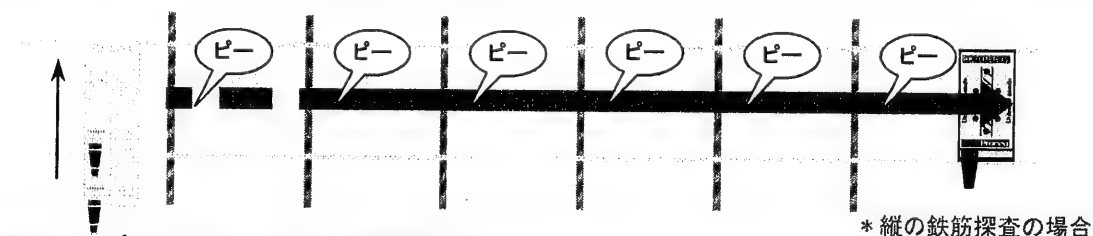

図63: プローブを上下にずらして移動させる。
- 不規則な間隔で“ピー”音になるか、またはならない場合は、プローブを上下に移動させ、測定位置をずらして行なってください。(図63参照)